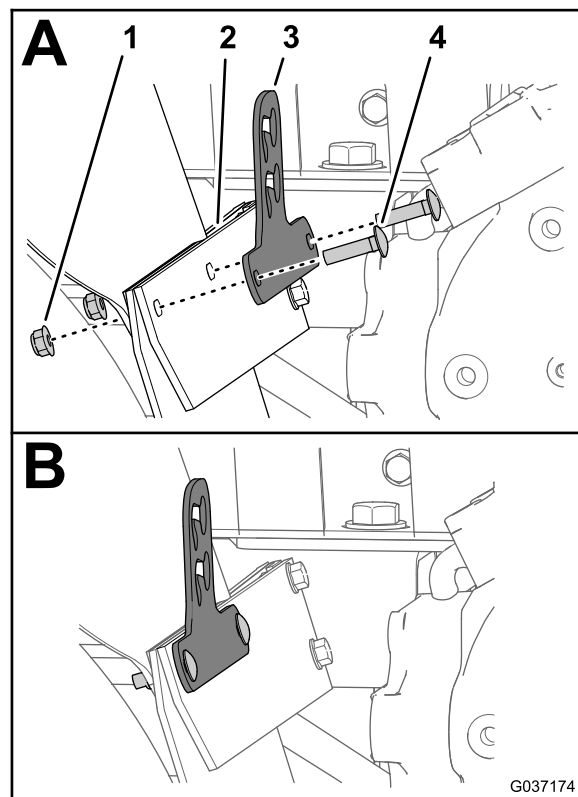

Figura 10
3. Monte o suporte da válvula de drenagem, cinta do guarda-lamas, pala da roda e guarda-lamas (Figura 10) com os dois parafusos de carroçaria (5/16" x 1¼") e duas porcas de bloqueio flangeadas (5/16").